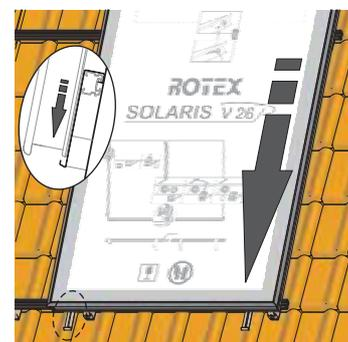

Figura 3-19 Depositare il collettore piano e orientarlo
3. Sollevare il collettore piano sulle guide profilate di montaggio come illustrato nella Figura 3-19, depositarlo e agganciarlo con precauzione ai ganci di fissaggio.